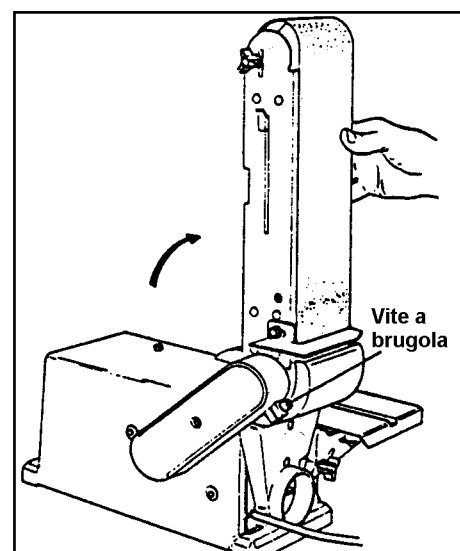

Figura 23 – Portare il nastro in verticale.
2. Sollevare e ruotare il telaio porta-nastro, in modo da portare il nastro in posizione verticale (figura 23).
4. Serrare la vite di bloccaggio (R) del telaio porta-nastro, ruotandola in senso orario. A questo proposito, utilizzare una chiave a brugola (da 6 mm).
5. Svitare completamente la leva di bloccaggio (E) della tavola di lavoro, estrarre la leva e smontare la tavola stessa.